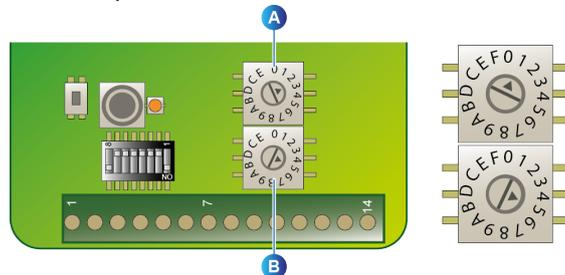

Imagen 50: configurar la dirección de la tarjeta inalámbrica.
1. Controle que las direcciones se hayan configurado de forma correcta (interruptores rotatorios, tarjetas inalámbricas del *OLCT 80* (Imagen 50, A y B) y las tarjetas inalámbricas del receptor principal (Imagen 52, D).